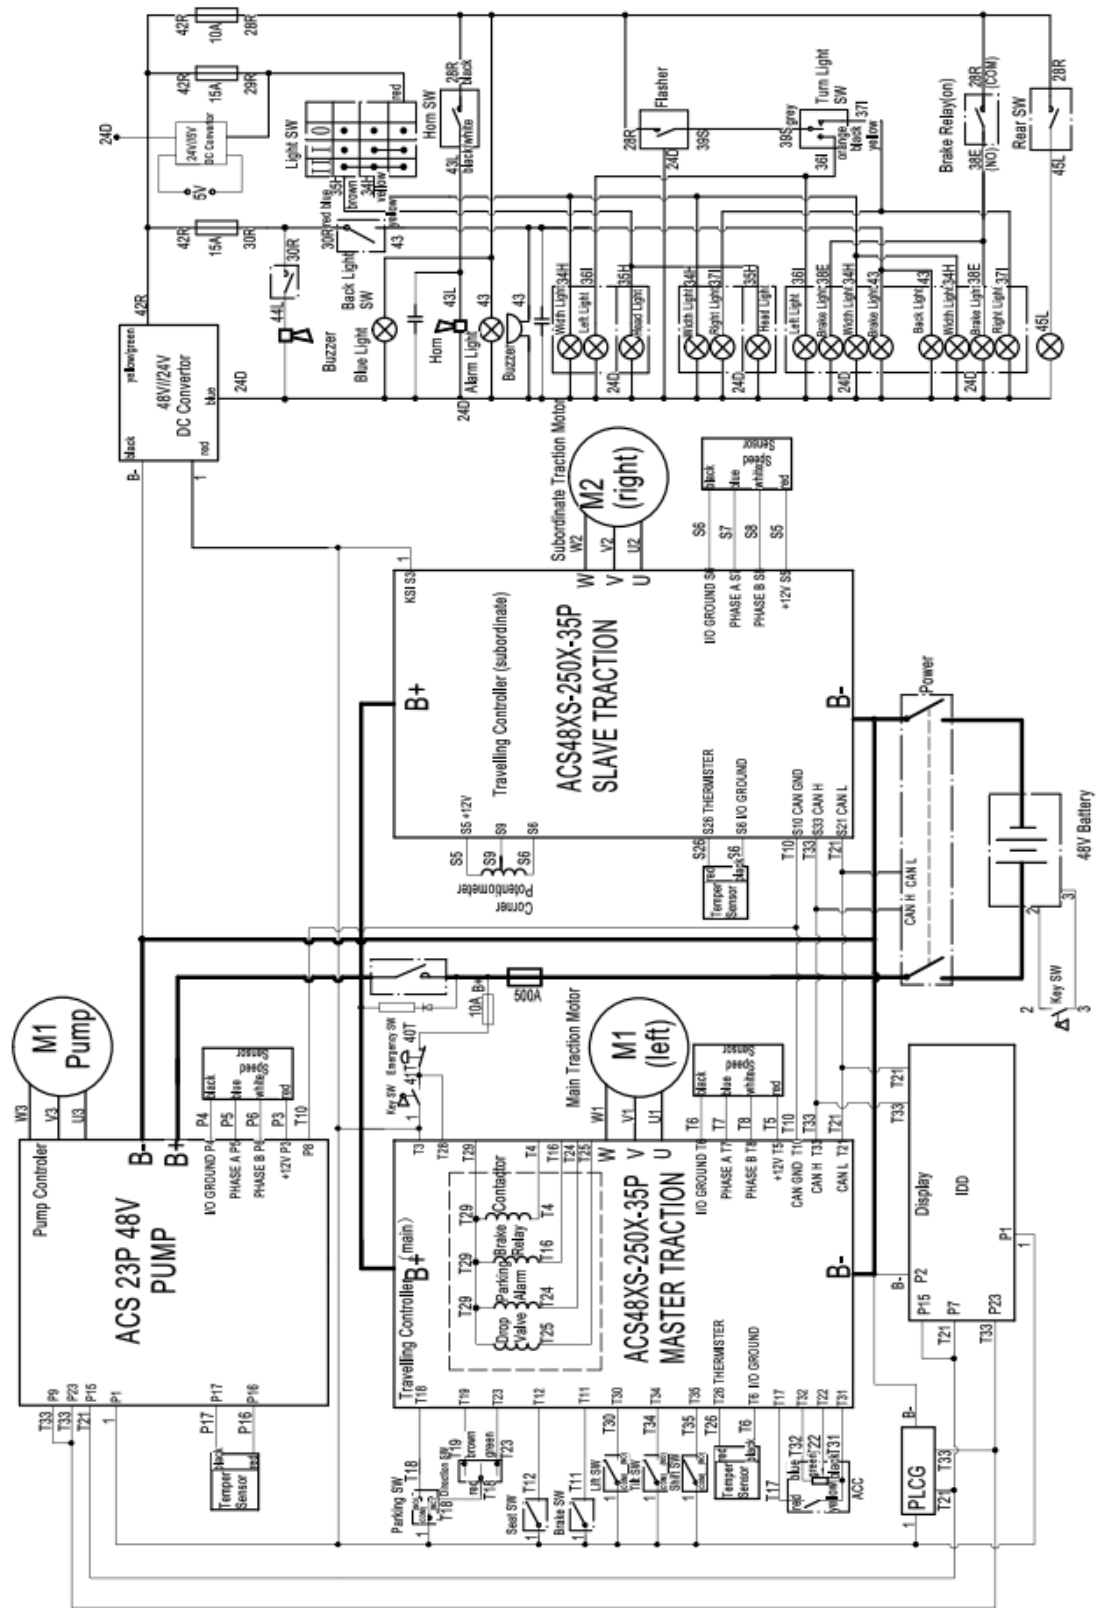

Figura 2-13 Diagrama esquemático eléctrico—Inmotion
4.2.2 Diagrama esquemático eléctrico—Inmotion (Figura 2-13)